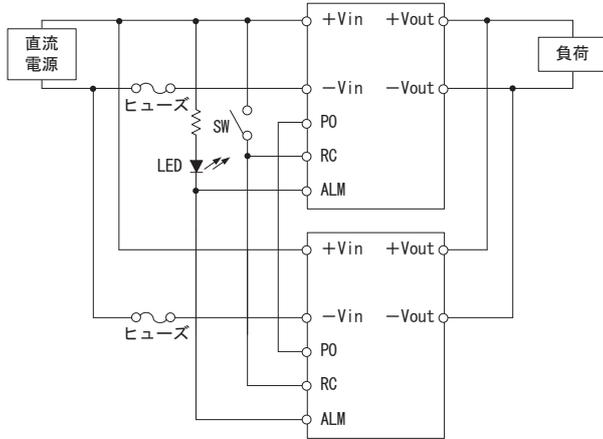

図5.2 並列運転時の接続例
- 並列運転を行う場合、SFLS同士のPO端子、ALM端子を接続してください。並列運転時の接続方法を図5.2に示します。